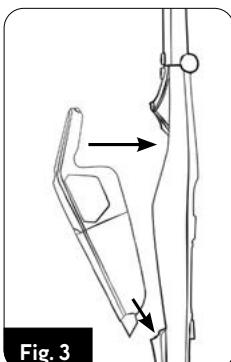

Fig. 3
5. Instalați aspiratorul (5) în ansamblul mânerului (2) așa cum se arată în figură (fig.3).